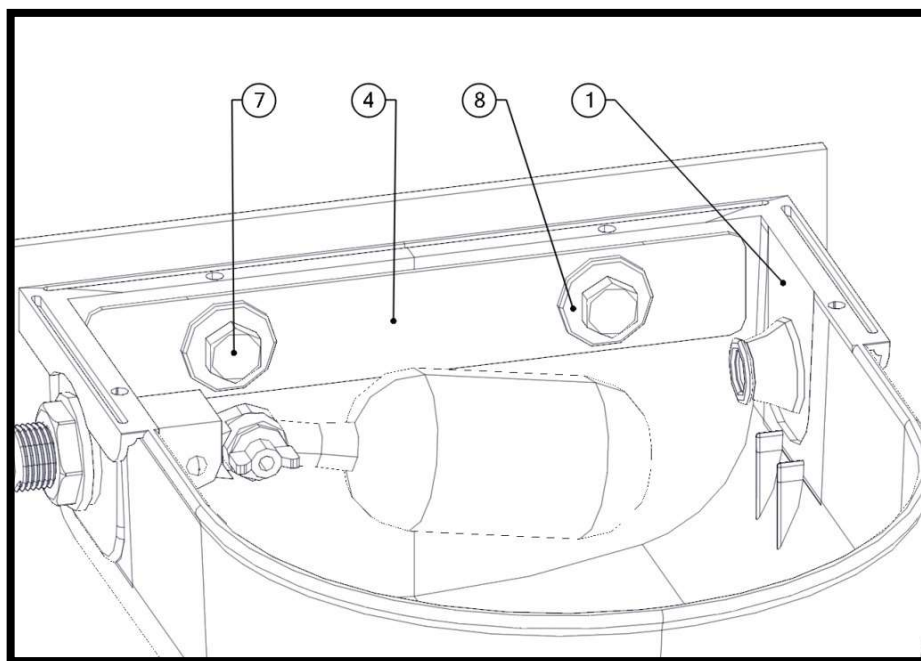

Рис. 3
- 1) Закрепите чашу поилки поз.1 на стойке или прикрепите к стене через пластину поз.4 болтами поз.7 с шайбами поз.8, так как указано на рис.3. Болты поз.7 (в комплект поставки не входят) должны быть из нержавеющей стали А2 диаметром М10, длина болта подбирается в каждом случае индивидуально. Шайбы поз.8 (в комплект поставки не входят) должны быть из нержавеющей стали А2 по ГОСТ 6958 или DIN 9021 под диаметр болта 10 мм. Допускается замена нержавеющей стали на оцинкованную сталь. Болты возможно заменить на шурупы соответствующего диаметра.